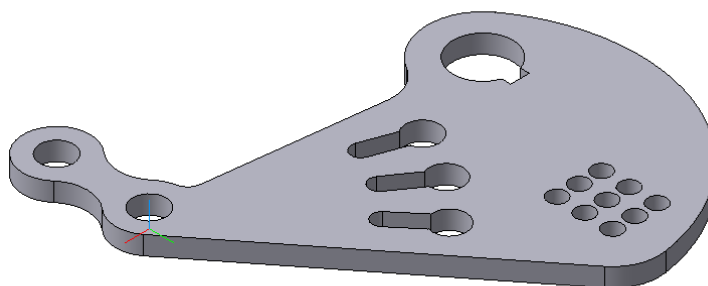

Рис. 83
2. Выполните пространственную модель пластины. Толщина пластины – 6 мм. Материал - Сталь 08 ГОСТ 1050-88, рис. 83.